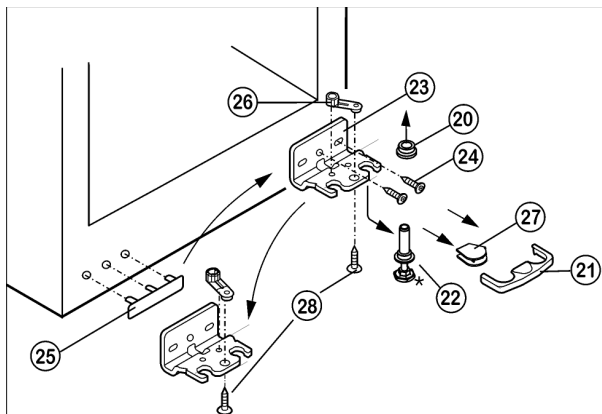

Fig. 5
- ▶ Предохранитель *Fig. 5 (21)* снимите движением вперед.
- ▶ Снимите крышку *Fig. 5 (27)*.*
- ▶ Вытяните опорный палец *Fig. 5 (22)* вниз и вперед. При этом следите за гнездом шарнира *Fig. 5 (20)*.
- ▶ Открутите опорный кронштейн *Fig. 5 (23)* (2 шт. Torx 25) *Fig. 5 (24)*.
- ▶ Открутите опорную деталь *Fig. 5 (26)* (1 Torx 25) *Fig. 5 (28)* и, переставив в отверстие на противоположной стороне опорного кронштейна, снова прикрутите.
- ▶ Осторожно приподнимите и переставьте крышку *Fig. 5 (25)* со стороны ручки.
- ▶ Снова прикрутите опорный кронштейн *Fig. 5 (23)* на новой стороне шарнира, при необходимости с помощью аккумуляторного шуруповерта через внешний продольный паз и круглое отверстие.
- ▶ Установите крышку *Fig. 5 (27)* на противоположной стороне.*
- ▶ Предохранитель (21) нужно зафиксировать сбоку на кронштейне, чтобы опорный палец и двери были защищены от выпадения.
- ▶ Снова защелкните предохранитель (21) на опорном кронштейне.
- ▶ Наденьте гнездо шарнира *Fig. 5 (20)*.
- ▶ Установите дверцу сверху на нижний опорный палец *Fig. 5 (22)*.
- ▶ Переставьте средний винт на нижнем опорном кронштейне *Fig. 5 (23)* в свободный продольный паз.
- ▶ При необходимости выровняйте дверцу через два продольных паза в нижнем опорном кронштейне *Fig. 5 (23)* параллельно корпусу устройства.